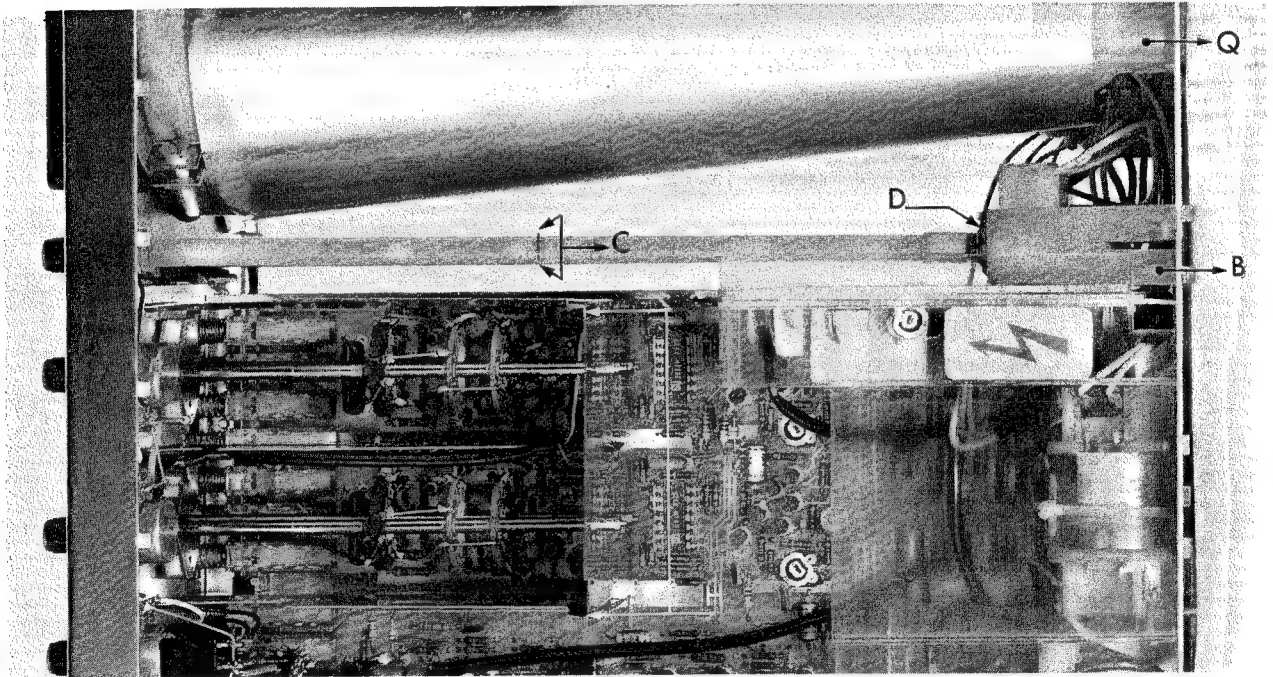

Fig. 2.6. Démontage
- Fier sauter les étriers plastique B (Fig. 2.6.) par les trous du panneau arrière.
- Tourner et tirer simultanément l'axe C (Fig. 2.6.) jusqu'à ce son extrémité soit aligné avec le trou (comme une clé).
- Dévisser l'écrou hexagonal D (Fig. 2.6.) afin de déposer le potentiomètre.
- Déboîter les plaquettes latérales de blindage de l'atténuateur en enfonçant la plaquette arrière (H) sur le flanc supérieur (voir Fig. 2.6.).
- Fair sauter les deux cosses nylon Q (voir Fig. 2.6.) arrière du tube, vers l'intérieur et tout en prêtant une attention particulière à l'écran métallique faire passer le t.r.c. par le panneau avant suffisamment que pour permettre la dépose du connecteur de base (pousser sur l'étrier nylon le cas échéant).